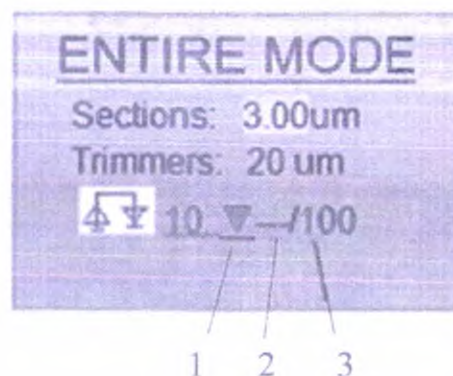

Рисунок 10. Отображение работы в режиме цельной резки на дисплее панели управления
Рисунок 10 показывает дисплей панели управления во время работы в режиме цельной резки.
| Рисунок 10, (1) | Индикатор тримминга                                        |
| Рисунок 10, (2) | Общая толщина выполненной подрезки (тримминга)             |
| Рисунок 10, (3) | Интервал какой толщины необходим, чтобы выполнить подрезку |